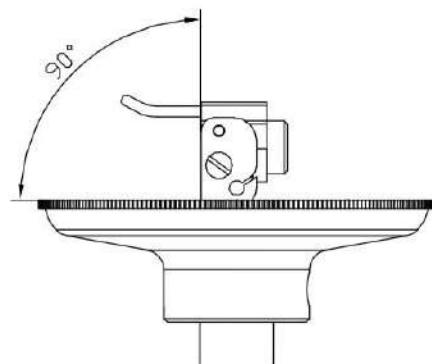

图 4
4.2 检查机针是否与送料盘垂直。（插图 4）
#### 4.2. Check Needlebar is Square to Back Cup ( Seeing Fig 4 )